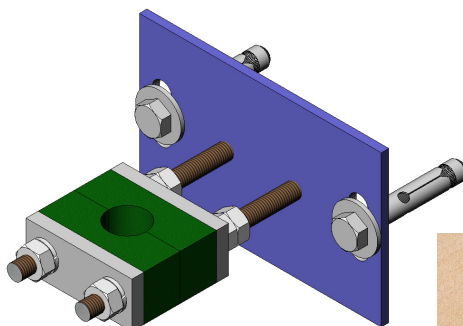

fig. 12
- Si consiglia un supporto-guida di mandrino (fig. 12) ogni 1,5m.